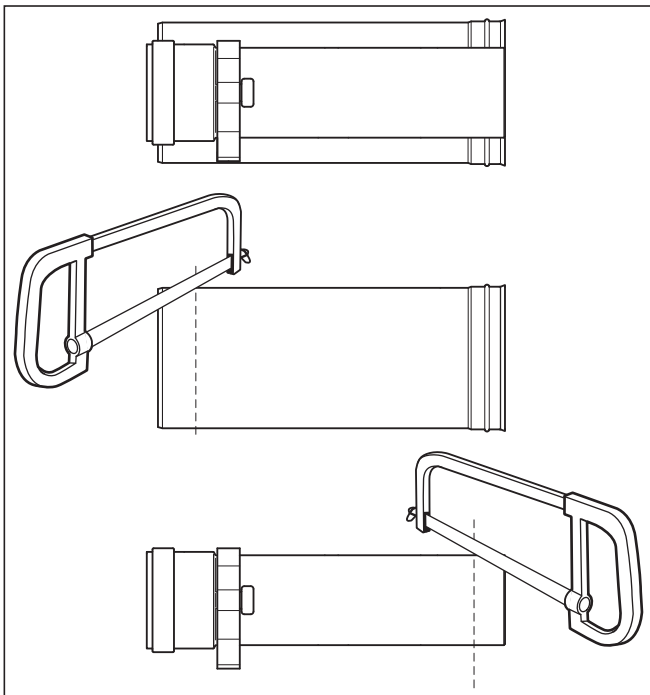

Fig. 6.28 Accorciamento della prolunga
Accorciare il tubo fumi e il tubo esterno sul lato opposto dei manicotti (fig. 6.28). Il distanziatore deve rimanere bloccato sul tubo fumi.
- Reinscrivere il tubo fumi nel tubo esterno, come indicato alla fig. 6.28.